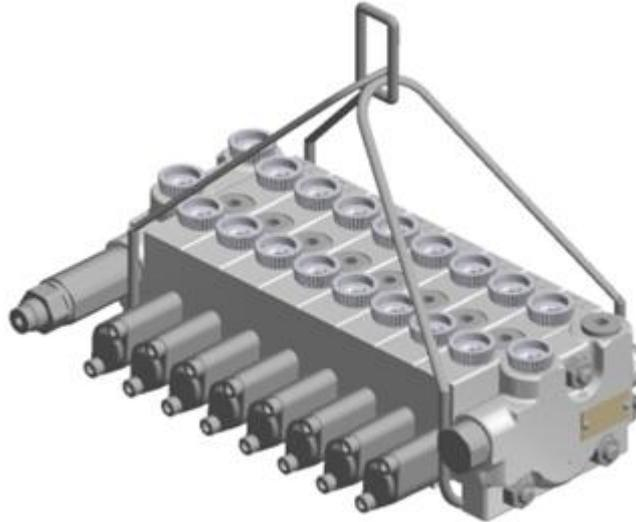

図5-1 吊り具の使用例
- 手順 5** 本製品の本体に対して吊り具を図5-1のように掛け、確実に固定されていることを確認します。